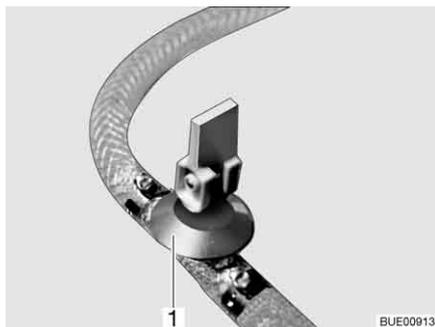
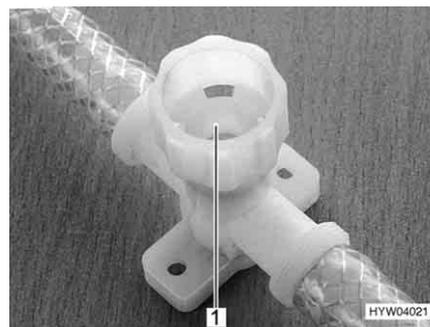

Fig. 227 Rubinetto di scarico (con leva a bilanciere)
Fig. 228 Rubinetto di scarico (con tappo a vite)
- Chiudere tutti i rubinetti di scarico. Mettere la leva a bilanciere del rubinetto di scarico (Fig. 227,1) orizzontale o chiudere il coperchio del rubinetto di scarico (Fig. 228,1) in senso orario.